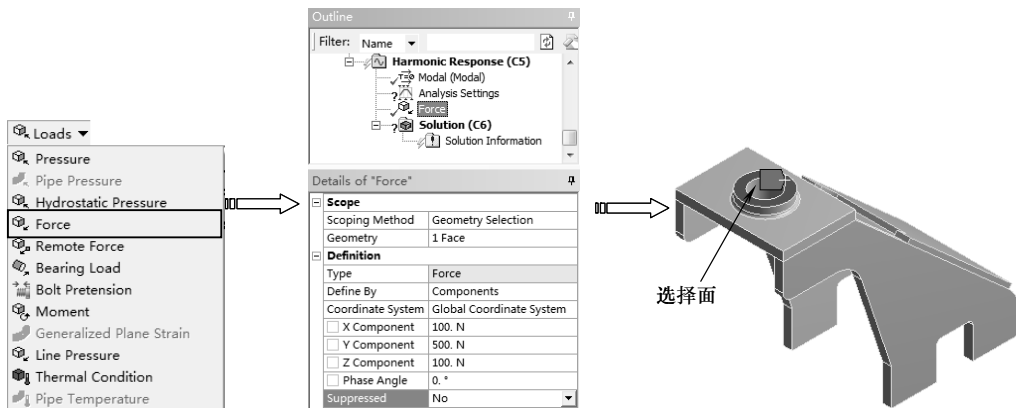

图 6-57 施加力
2) 单击【Environment】工具栏上的【Loads】|【Force】命令, 单击【图形】工具栏上的选择模式下的【Single Select (单选)】按钮 , 然后再单击【Face (选择面)】按钮 , 在【Details of “Force”】列表中单击【Scope】选项下的【Scoping Method】项, 选择如图 6-57 所示表面。单击【Geometry】项中的【Apply】按钮, 在【Define By】下拉列表中选择 Components, 在【X Component】和【Z Component】文本框中输入 100, 在【Y Component】文本框中输入 500, 在【Phase Angle】文本框中输入 0, 如图 6-57 所示。